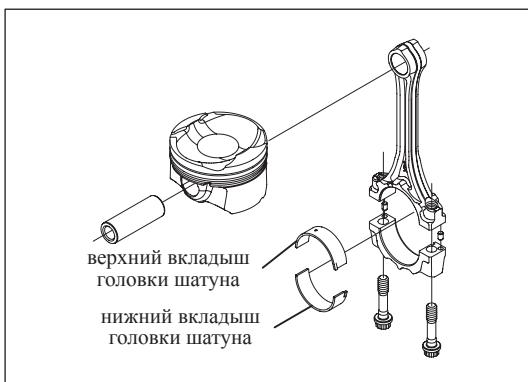

Рис. 13-3-13. Выбор вкладышей шатунов
- е) Запрещается устанавливать верхние вкладыши ша-тунов вместо нижних и наоборот. На задней части верхнего вкладыша шатуна имеется метка и масляное отверстие (см. Рис. 13-3-13), на задней части нижней втулки шатуна также имеется метка. Следует обращать внимание на положении метки «Forward» («Перед») на крышке шатуна.